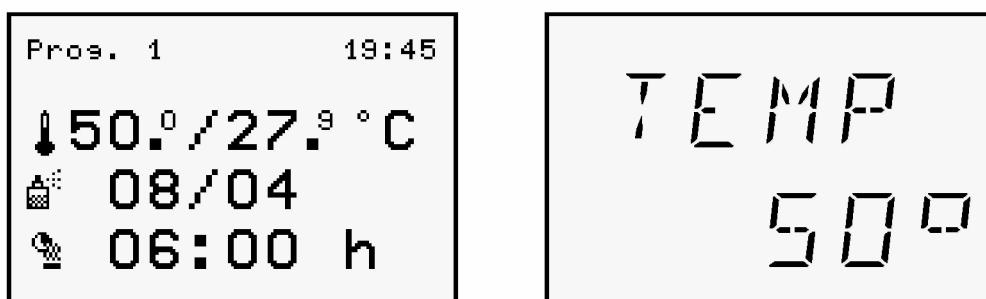

Рис. 4. Страница «Паровая баня» (пример)
- 17 С помощью гистограммы отображается фактическая и заданная температура. На рис. 4 верхняя полоса представляет собой ту температуру, которой необходимо достичь (90 °C). Нижние полосы представляют собой текущую температуру (60 °C).
18. Нажать клавишу ▼. Снова откроется страница «Паровая баня» (рис. 4).
1. Откроется страница «Паровая баня» (рис. 4).